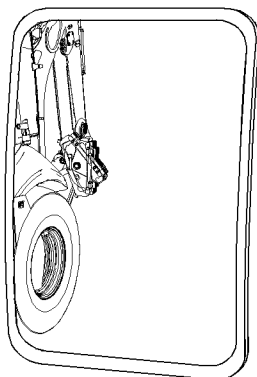

Ilustración 146
Si tiene, ajuste el espejo retrovisor del lado derecho (1) para que un área de por lo menos 1 m (3,3 pies) del lado de la máquina se pueda ver. Consulte la ilustración 146. Ajuste también el espejo retrovisor derecho de manera que se pueda ver lo siguiente: